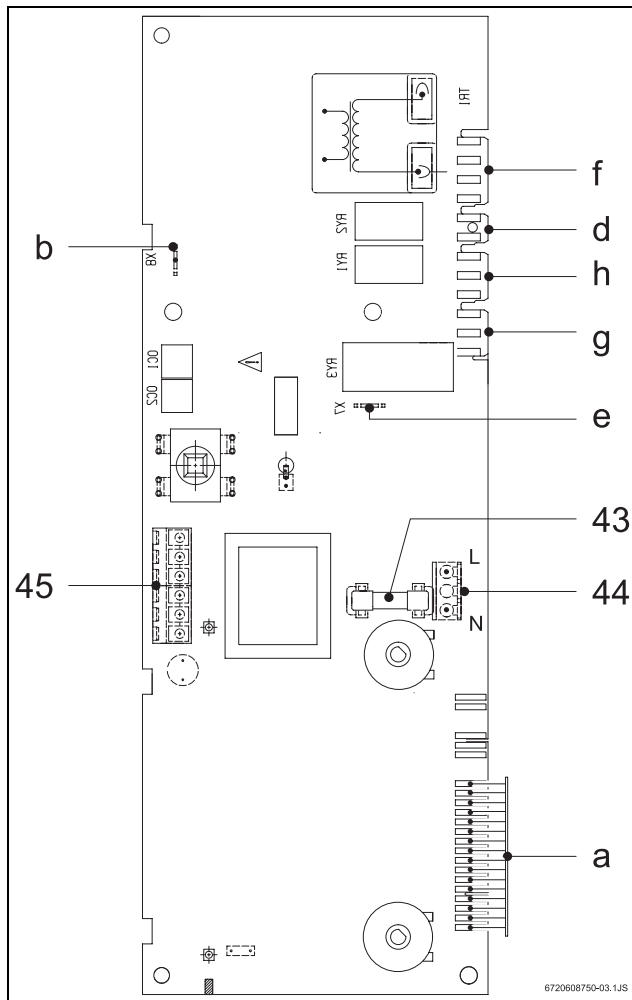

Fig. 13
- ▶ Fare passare il cavo attraverso la guarnizione del passacavo e collegarlo come da Fig. 13.
- Togliere il ponte Ls-LR (oppure 1-4) (Fig. 13, Pos. 45).